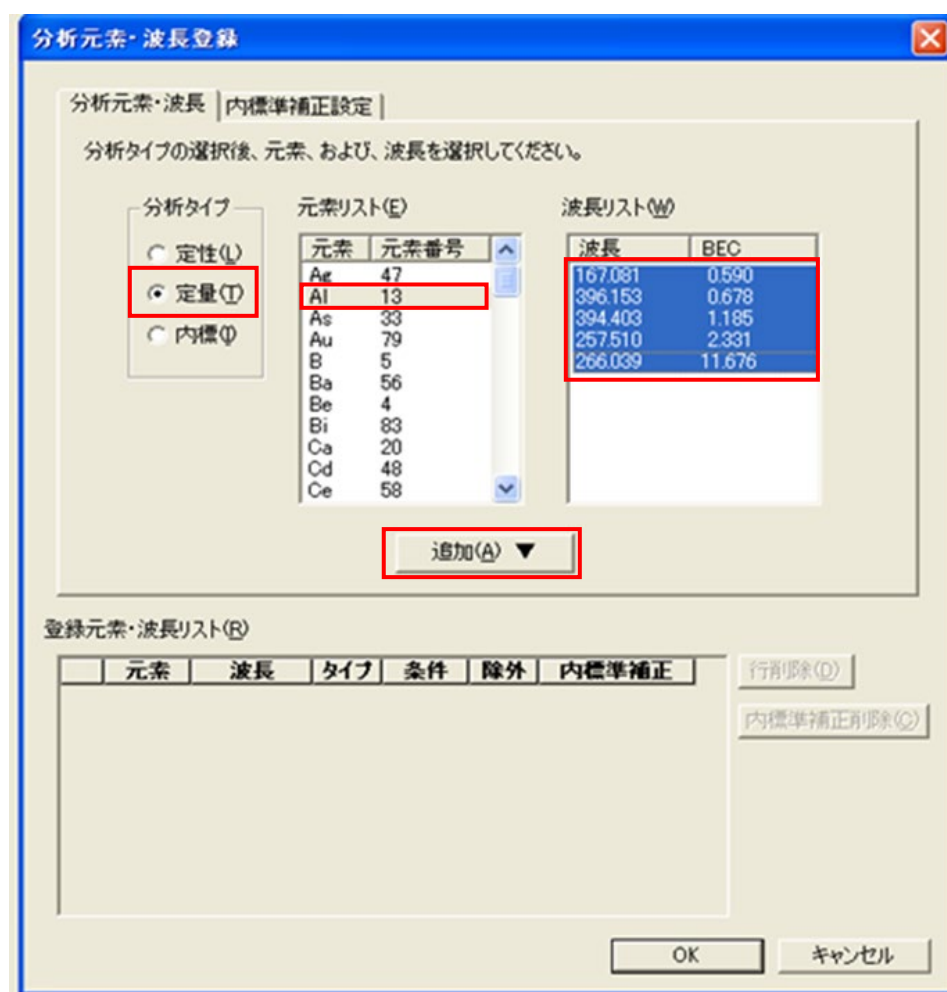

図 20
① 「分析元素・波長」のタグから「分析タイプ」の「定量」を選択します。 図 20
② 「元素リスト」から測定したい元素をクリックします。
③ 「波長リスト」から測定波長を選択します。